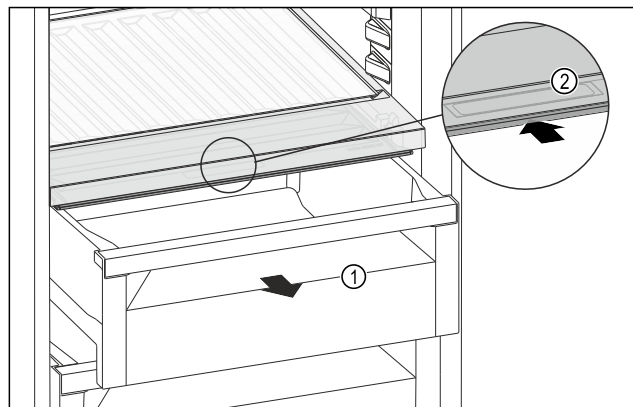

Fig. 121
- ▶ Zásuvku Fig. 121 (1) vytáhněte.
- ▶ Uchopte prohlubeň pro rukojeť Fig. 121 (2) na víku zásuvky a současně zasuňte víko zásuvky směrem dozadu.